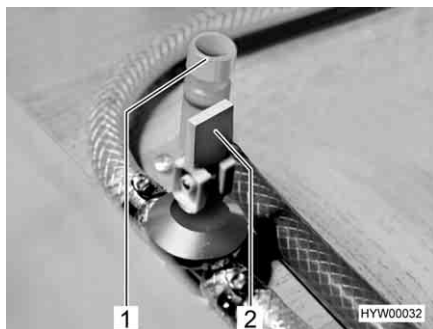

Fig. 118 Rubinetti di scarico per boiler Truma
- Chiudere tutti i rubinetti di scarico per il boiler. Posizionare la leva a bilanciere (Fig. 118,2) orizzontalmente o ruotare il tappo (Fig. 118,1) in senso orario.
- Aprire tutti i rubinetti di scarico per il boiler. Posizionare la leva a bilanciere (Fig. 118,2) verticalmente o ruotare il tappo (Fig. 118,1) in senso antiorario.